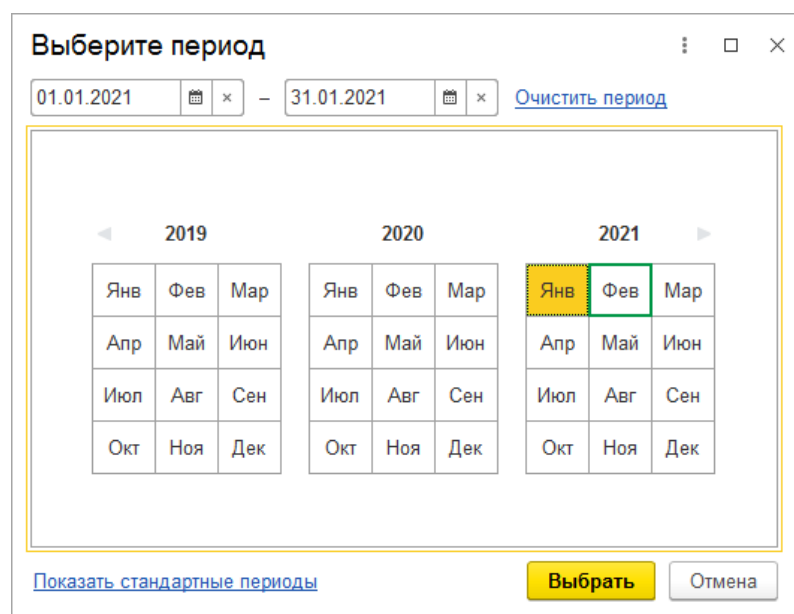

Рис.54 Период вывода показателей отгрузки
После нажатия высветится окно выбора диапазона (Рис.54). Выбор можно осуществить тремя способами:
- при помощи стандартных периодов, функциональных возможностей базового пакета 1С. Кнопка перехода в режим «Показать стандартные периоды» находится в нижней части окна выбора периода (Рис.54). После перехода, в правой части окна, необходимо выбрать один из предложенных вариантов: «День», «Неделя», «Декада», «Месяц», «Квартал», «Полугодие», «Год» или «Прочее».